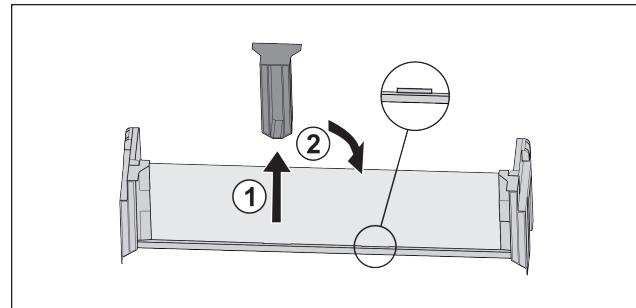

Fig. 18*
- ▶ Mittleres Halteteil abziehen Fig. 18 (1).*
- ▶ Mittleres Halteteil auf zweiter Position einsetzen Fig. 18 (2).*